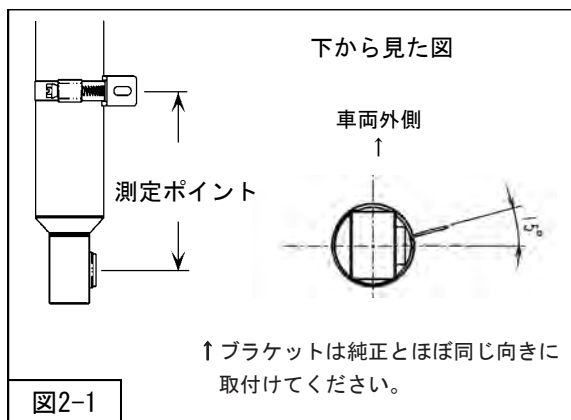
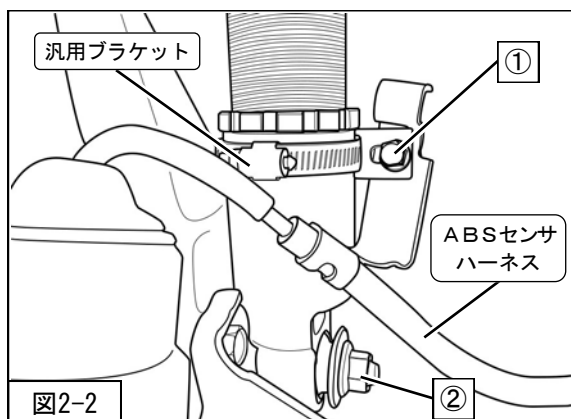

図2-1
図2-2
1. 本製品にはABSセンサハーネスを固定するため、汎用ブラケット（ブラケット+ホースバンド）を同梱しています。測定ポイントが純正サスペンションと同じ距離・位置になるように、汎用ブラケットをフロントサスペンションASSYに固定してください。（図2-1・図2-2）
4. ワッシャ（純正部品）を挟み、②フロントサスペンションASSYロア取付ナット（締付けトルク：89～107N・m）を取付けてください。（図2-2・図2-4）
5. ①ABSセンサハーネス取付ボルト（締付トルク：4.5～5.8N・m）を使用して、ABSセンサハーネスを取付けてください。（図2-2）